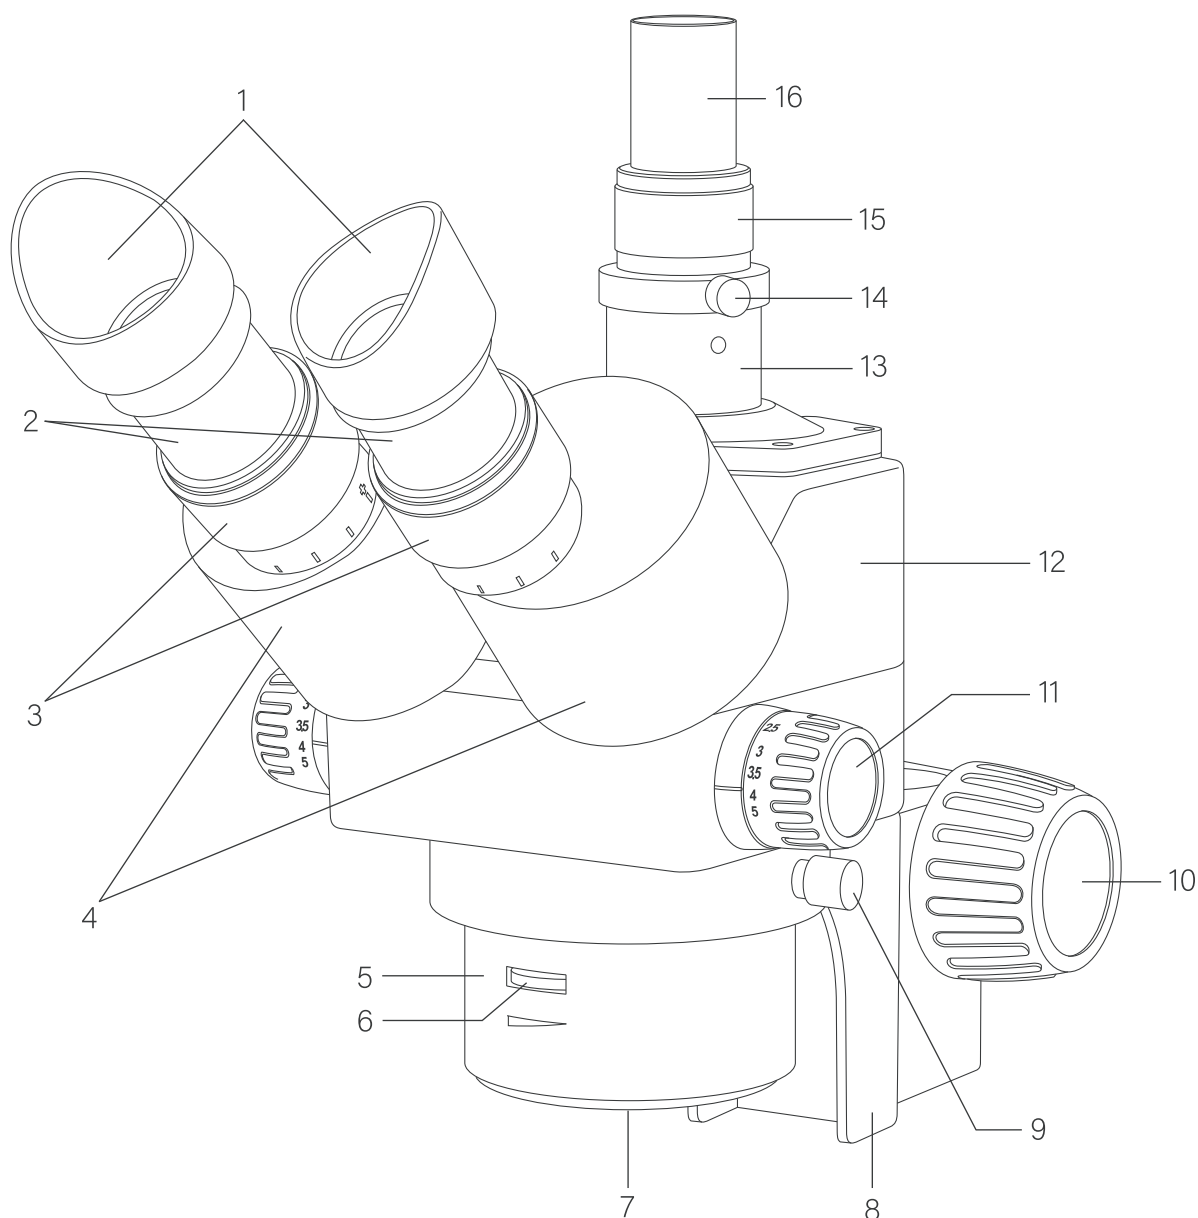
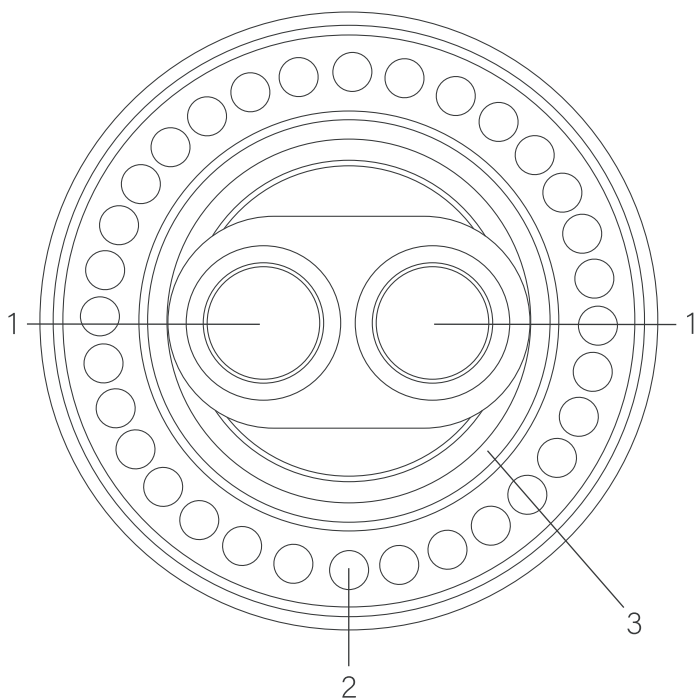

Рис. 1. Оптическая головка Микромед МС-4-ZOOM (тринокуляр) с фокусирующим механизмом. Вид справа.
Рис. 2. Блок объективов с осветителем.
Общий вид представлен на рис. 1.
Объективы микроскопа имеют переменное увеличение от 0.75x до 5x, что обеспечивает плавное изменение масштаба наблюдаемого изображения в 6,7 раза без потери резкости. Рабочее расстояние микроскопа составляет 113 мм и при всех увеличениях остается неизменным. Нужное увеличение устанавливается вращением рукояток 11 (рис. 1).
В комплект микроскопа входит светодиодный кольцевой осветитель отраженного света. В осветитель встроены 30 светодиодов 2 (рис. 2) дневного спектра излучения расположенные по кольцу вокруг объектива. С наружной стороны осветитель закрыт несъемным защитным полимерным стеклом. Такая конфигурация осветителя позволяет получать бестеневое освещение без косых теней, приводящим к получению ложных результатов исследования. Общая мощность всех светодиодов 3 Вт. Яркость настраивается дисковым регулятором 6 (рис. 1).
Кольцо 15 (рис. 1) предназначено для подвижки камеры вдоль оптической оси для настраивания точного соответствия фокуса на мониторе ПК и в окулярах микроскопа. После настройки кольцо фиксируется винтом 14 (рис. 1).
- Для тринокулярной модели оптической головки. Установите тубус канала визуализации 18 (рис. 1), для этого удерживая кольцо подвижки 15 тубуса (рис. 1) вверните тубус по часовой стрелке и зафиксируйте финт 14 (рис. 1).
- Рукоятками изменения увеличения 11 (рис. 1) установите максимальное увеличение, соответствующее положению 5.
- Закройте левый глаз и наблюдая в правый окуляр, медленно вращайте рукоятки фокусировки 10 (рис. 1) до получения резкого изображения объекта.
- Наблюдая в окуляры установите требуемое значение увеличения рукояткой 11 (рис. 1).
- Установите максимальное увеличение, для этого поверните рукоятки 11 (рис. 1) в положение 5.
- Установите минимальное увеличение, повернув рукоятки 11 (рис. 1) в положение 0,75 и повторите процедуру фокусировки и настройки окуляров.
Увеличение объектива стереоскопической головки соответствует цифре на рукоятках 11 (рис. 1), расположенной напротив штриха.